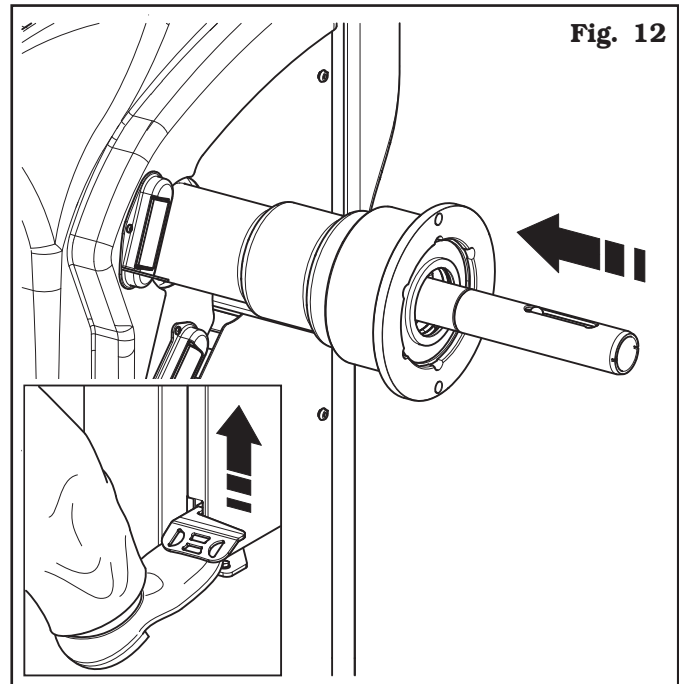

Fig. 12
4. Cerrar el mandril neumático con el respectivo pedal para acceder a la toma de llave (**Fig. 12**).
- Cerrar el mandril neumático con el respectivo pedal para acceder a la toma de llave (**Fig. 12**).